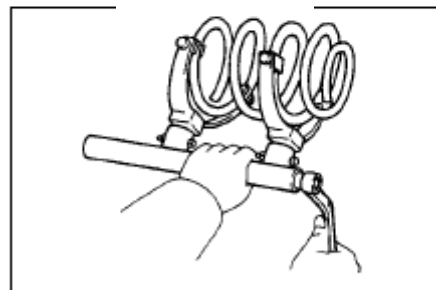

Рис. 179
(1) Отверните 2 нижние гайки с болтами .
(2) Отверните три установочных болта верхней опоры амортизатора .
5. Сожмите витую пружину до снятия усилия с верхней опоры. Не допускайте соприкосновения витков.(рис. 179)
- (1) Сожмите винтовую пружину специальным инструментом для снятия пружин.(рис.179)